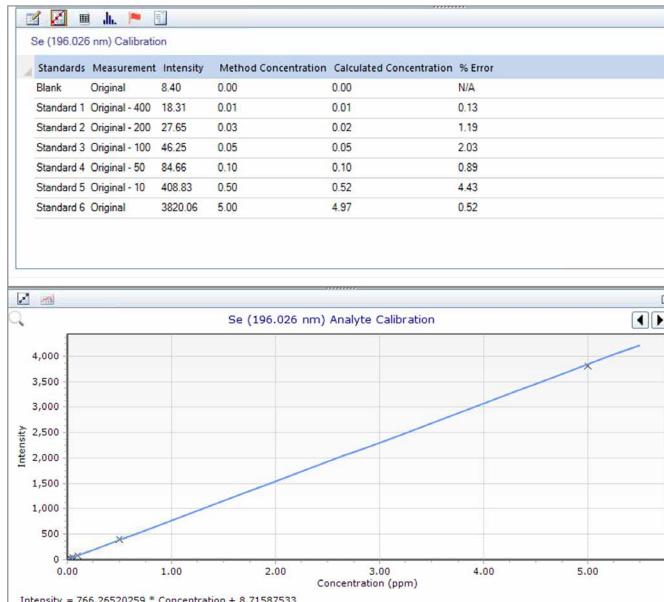

図 5. Agilent ICP Expert ソフトウェアで生成した、0.0125 ~ 5 mg/L の Se 196.026 nm の ICP-OES 検量線。相関係数が $R = 1.0000$ と非常に高くなっています。
0.0125 ~ 5 mg/L の Se 196.026 nm の代表的な ICP-OES 検量線を図 5 に示します。このデータは、 $R = 1.0000$ という高い相関係数と 4 % 未満のエラー率を示しています。この結果からも、ADS 2 で標準液を 400 倍まで正確に希釈できることがわかります。